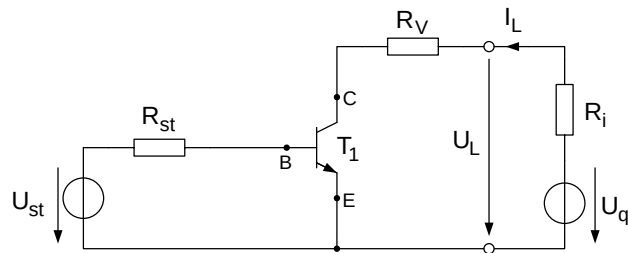

Bild 3.1: Transistorschaltung
- Zeichnen Sie das Gleichstromersatzschaltbild (GS-ESB) der kompletten in Bild 3.1 dargestellten Schaltung bzw. ergänzen Sie das ESB auf dem Lösungsblatt.
Zeichnen Sie alle Zählpfeile aus Bild 3.1 sowie Zählpfeile für die Kollektor-Emitter-Spannung, den Kollektorstrom, sowie den Basisstrom ein.